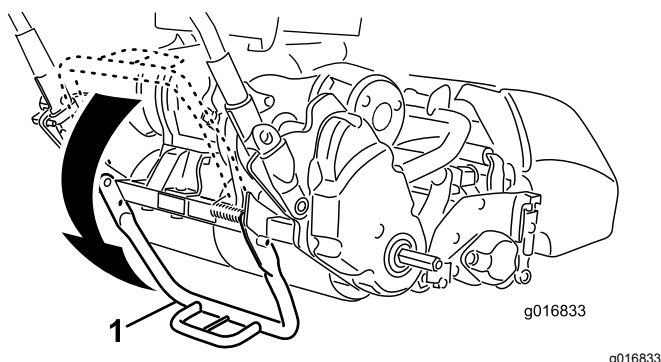

図 9
1. キックスタンドを立てるキックスタンドの中央部に足を置き、機体の下部についているハンドルで機体を持ち上げるとスタンドの上に機体が載る図 9。